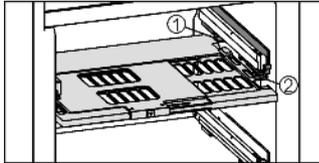

Fig. 22
- ▶ Feuchteregulierungsplatte einsetzen: Deckelstege der Platte von unten in die hintere Halterung Fig. 22 (1) einführen und vorne in die Halterung Fig. 22 (2) einrasten.